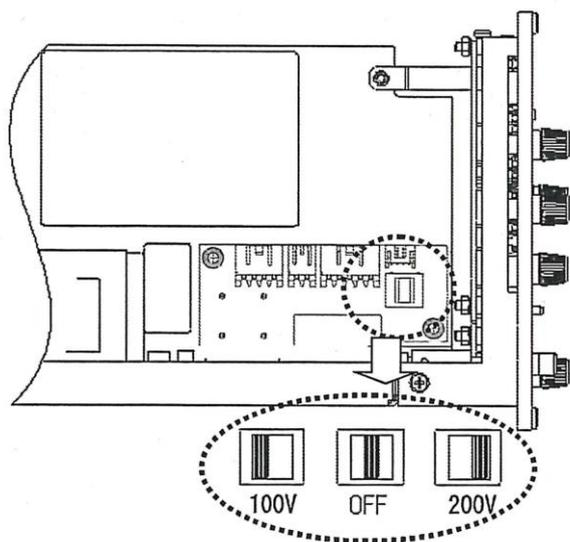

図 7-7
3. AC電源電圧セレクトスイッチが図7-7の位置にあります。